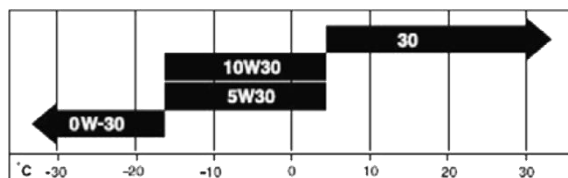

Рис. 15
**Примечание:** Для запуска двигателя и эксплуатации снегоуборщика в условиях низких температур (см. диаграмму на рис.15) допускается использование синтетического моторного масла для 4-тактных двигателей вязкостью SAE 5W30.